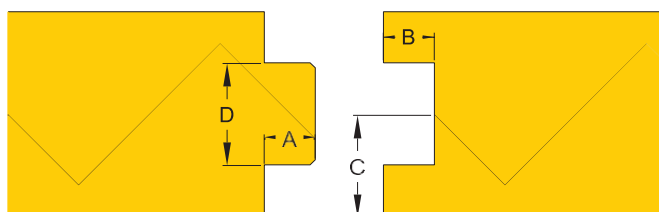

Fig. 3.
| 2.1 Het Powerroof® / Powerroof® Max -paneel (zie fig. 3) | 6 |
2.1 Het Powerroof® / Powerroof® Max -paneel (zie fig. 3)